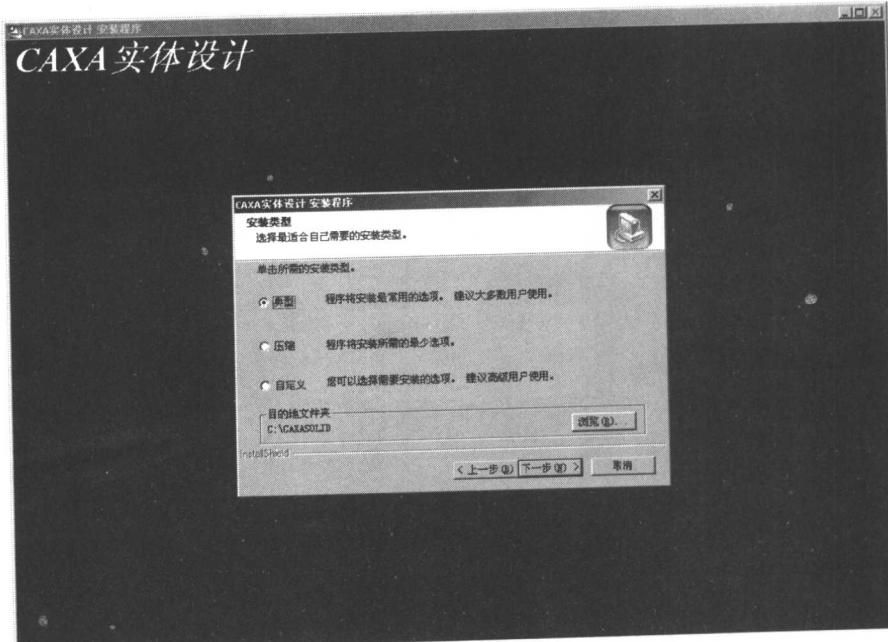

图 1-4 CAXA 实体设计软件安装向导 4
分别在相关文本框中输入用户名、公司名称和软件序列号，一般序列号在加密锁上。单击“下一步 (N)”按钮继续安装，如图 1-4 所示。